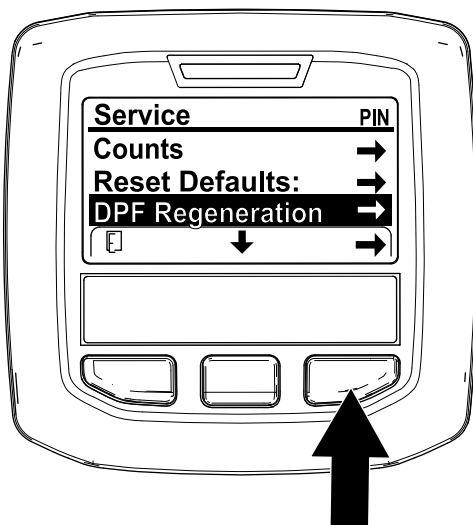

Figura 69
1. Acceda al menú Service (Servicio), pulse el botón central para desplazarse hacia abajo, hasta la opción DPF REGENERATION (Regeneración de DPF) (Figura 69).
2. Pulse el botón derecho para seleccionar la opción DPF Regeneration (Regeneración de DPF) (Figura 69).